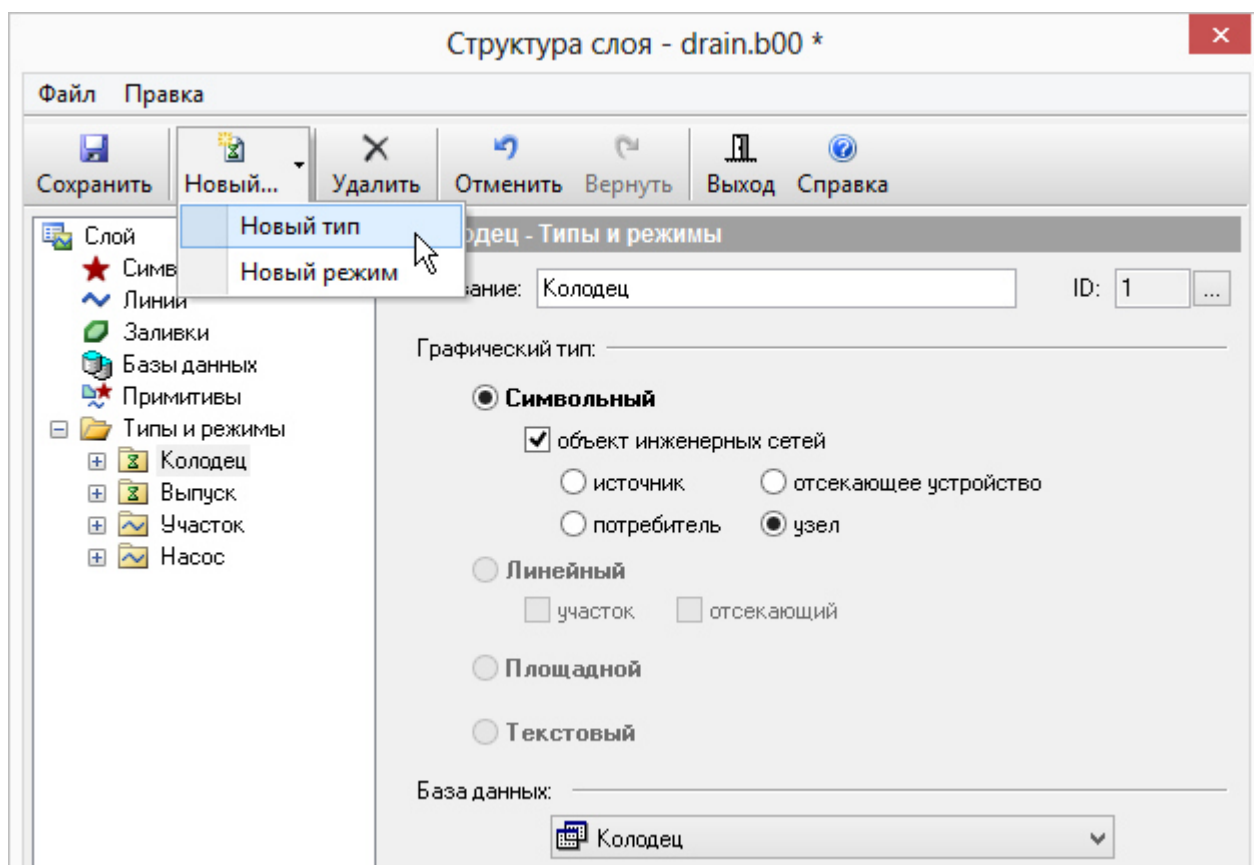

Рисунок 24. Создание нового типа
1. На панели инструментов окна *Структура слоя* нажмите кнопку **Новый...** или выберите пункт меню *Правка\Новый тип...* (Рисунок 24, «Создание нового типа»).